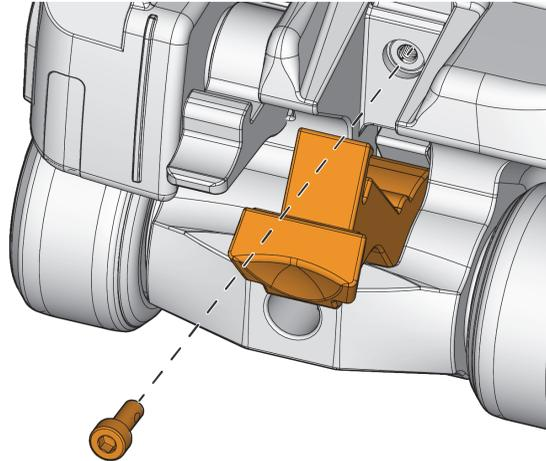

Figura 5-11 Tornillo de fijación de la palanca de bloqueo-desenganche del soporte de sonda
2. Extraiga el tornillo y apártelo para la instalación posterior (ver Figura 5-11 en la página 85).